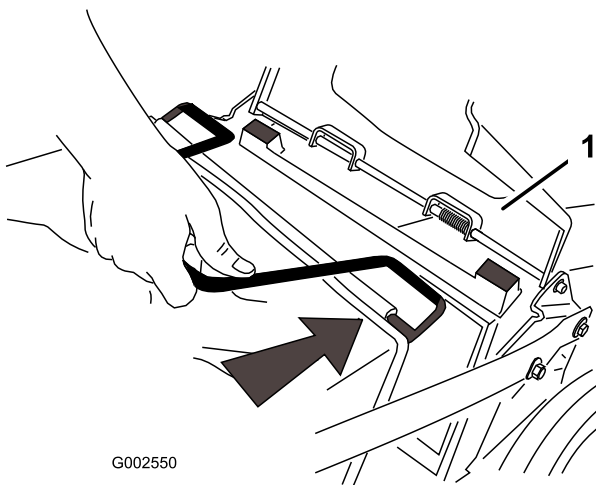

Figura 19
2. Levante y sujete la puerta trasera (Figura 19).